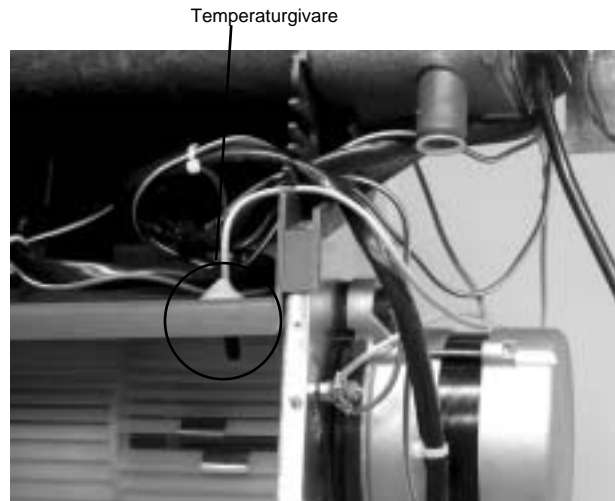

Fig. 8
- Temperaturgivaren monteras i ingående luft enligt fig. 8.